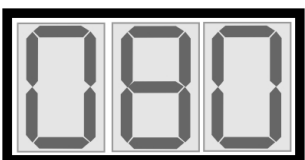

Fig.3
- Sul display viene visualizzata per alcuni istanti la sigla AUT a conferma dell'avvenuta selezione del ciclo automatico (Fig. 2); successivamente, durante la mantecazione, viene visualizzato il valore numerico di consistenza istantanea.(Fig. 3).